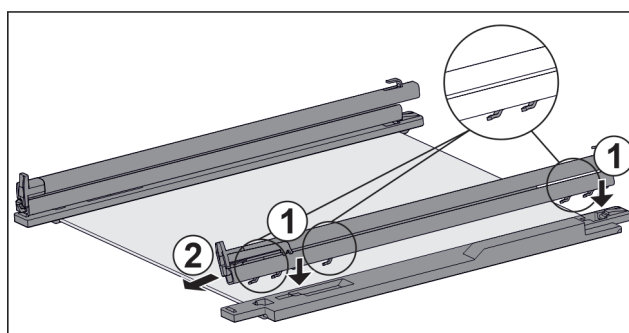

Fig. 138 Tablette en verre avec rails et pièces de retenue
- Placer les crochets du rail sur les ouvertures de la pièce de retenue de **gauche**. Fig. 138 (1)
- Tirer le rail vers l'avant. Fig. 138 (2)
- Placer les crochets du rail sur les ouvertures de la pièce de retenue de **droite**. Fig. 138 (1)